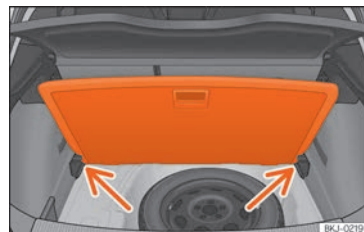

Fig. 140 Podeaua mobilă a portbagajului: poziție înclinată.
• Așezați podeaua în punctele destinate »» fig. 140 [săgeți].